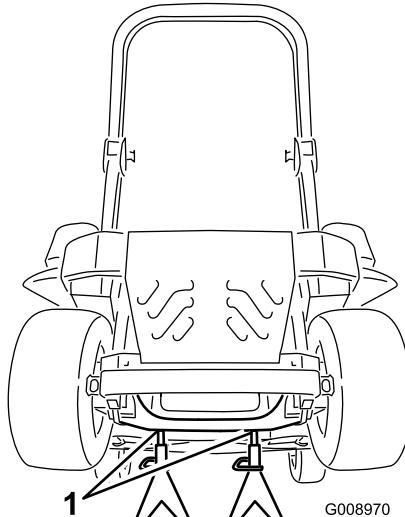

Figura 88
3. Levante la máquina y apóyela sobre gatos fijos (Figura 88).
- 9. Retire los soportes y baje la máquina (Figura 88).